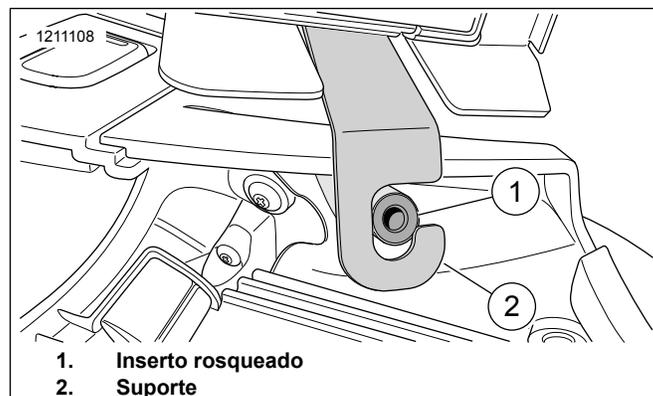

Figura 7. Suporte e inserto rosqueado (esquerdo mostrado, direito similar)
9. Veja a figura 7. Verifique se os suportes de montagem (2) estão totalmente assentados ao redor do inserto rosqueado (1).